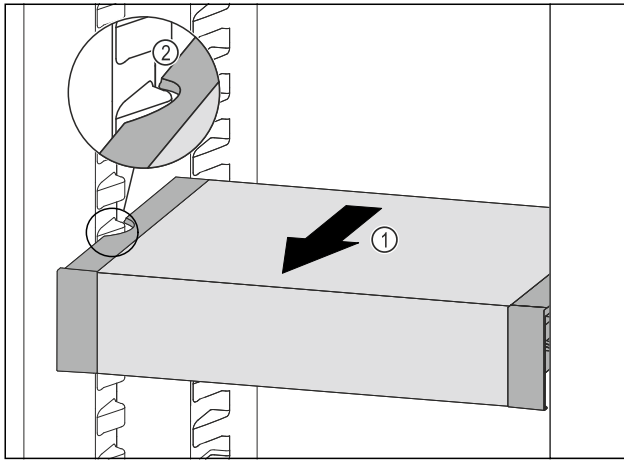

Fig. 185
- VarioSafe nach vorne ziehen Fig. 185 (1), bis sich die seitlichen Aussparungen des VarioSafes auf Höhe der Behälterrippe im Kühlteil befinden. Fig. 185 (2)